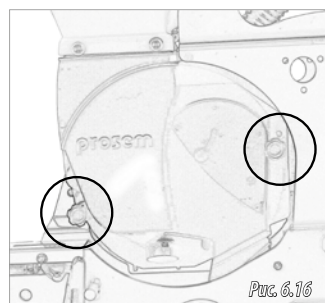

Рис. 6.16
- 1- Открутить 2 круглые ручки высевающего аппарата (рис. 6.16).